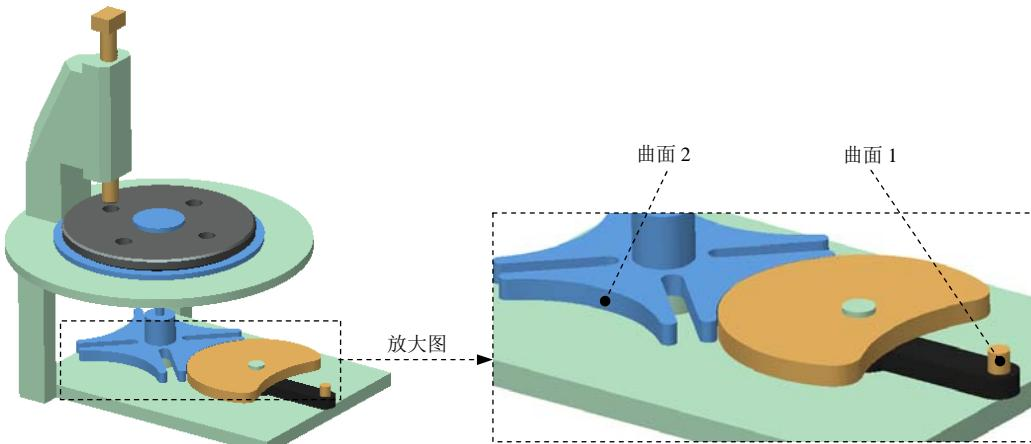

图 9.1.19 定义“凸轮”参考
(1) 选择命令。单击 **连接** 区域中的“凸轮”按钮 ，系统弹出“凸轮从动机构连接定义”对话框。
(2) 定义“凸轮 1”的参考。选中对话框中的 自动选择 复选框，选取图 9.1.19 所示曲面 1 为“凸轮 1”的参考，单击“选择”对话框的 **确定** 按钮。
(3) 定义“凸轮 2”的参考。单击“凸轮从动机构连接定义”对话框中的**凸轮2**选项卡，选中对话框中的自动选择复选框，选取图 9.1.19 所示曲面 2 为“凸轮 2”的参考，单击“选择”对话框的**确定**按钮。